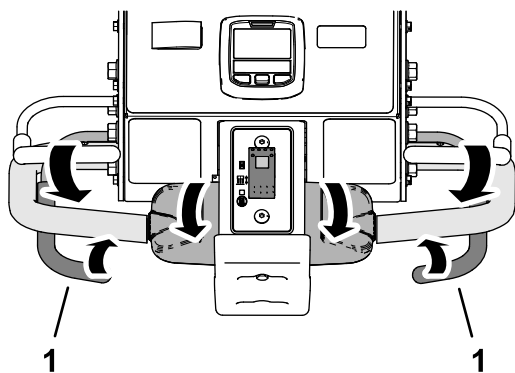

Figure 90
- Lorsque les roues avant passent le périmètre de la zone d'aération, serrez la barre de commande d'aération gauche ou droite (Figure 90).